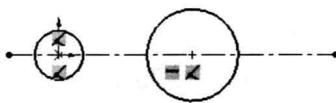

图 1-4 绘制两个圆
**Step5** 绘制两个圆。单击“草图”工具栏中的“圆”按钮，将光标移动到原点处，当光标变为 $\odot$ 形状时单击，将原点作为圆心，拖动光标到适当的位置后再次单击，绘制一个以原点为圆心的圆；采用同样的方法，绘制另一个圆，如图 1-4 所示。